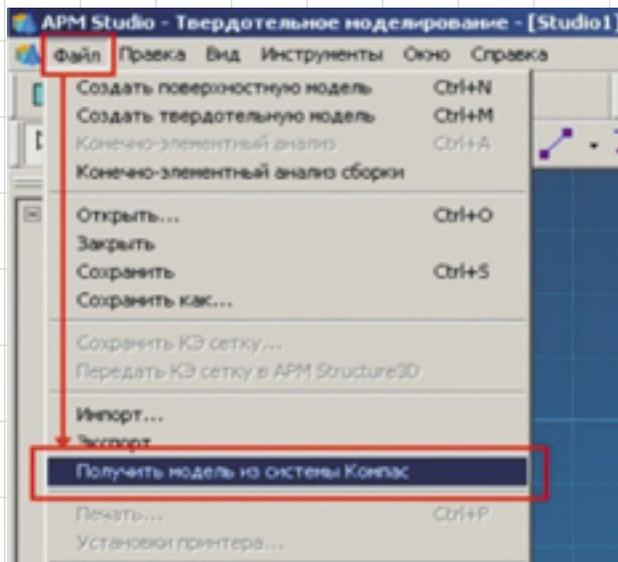

Рис. 2
- из APM Studio FEM, если в настоящий момент модель открыта в КОМПАС-3D (рис. 2);